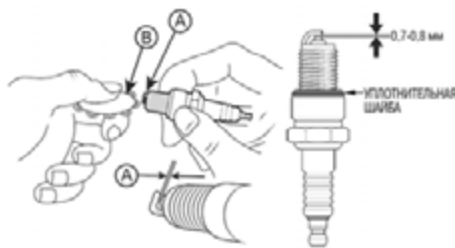

Рис. 23. Обслуживание свечи зажигания
4. Измерьте зазор А между электродами свечи зажигания специальным щупом В. Зазор должен быть 0,7-0,8 мм (Рис. 23). При увеличении или уменьшении требуемого зазора, рекомендуется заменить свечу, так как регулировка зазора может привести к изменению качества искрообразования.